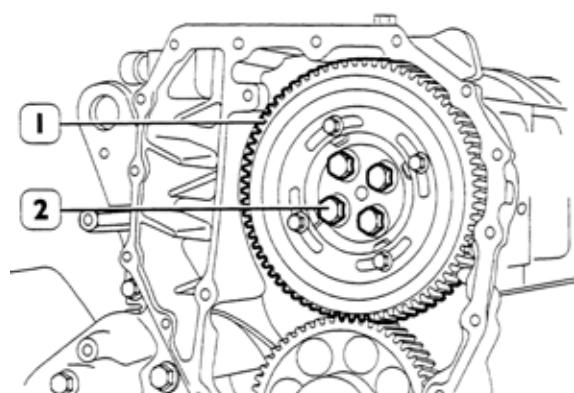

Figura 184
6. Quando a regulagem através das ranhuras (1) não for suficiente para corrigir a defasagem e o eixo comando girar, por estar fixo à engrenagem (2), o valor de referência da elevação do came se modificará consequentemente, nesta situação proceda conforme segue:
- Verifique se os parafusos (2, figura 184) estão bloqueados.
Retire os parafusos (2, figura 184) e remova a engrenagem (2) do eixo comando.